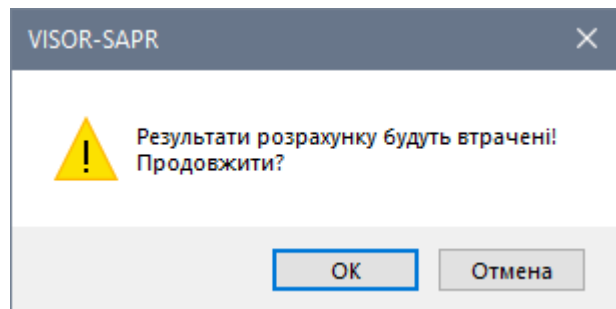

Рис. 9.38. Діалогове вікно VISOR-SAPR
- В новому діалоговому вікні з попередженням (рис. 9.38) натисніть на кнопку **ОК**.